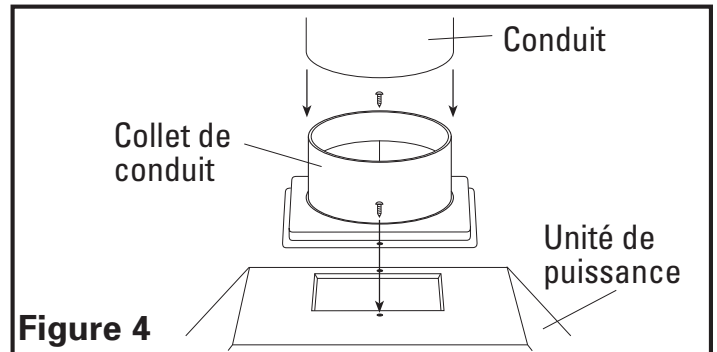

Figure 4
- Installez le collet de conduit sur la hotte avec les deux vis #6 à tête époincée (Figure 4).
- Quand il y a accès au dessus de l'unité, reliez la canalisation au collier de conduit et fixez-la en place en utilisant un ruban adhésif pour sceller tous les joints (Figure 4).